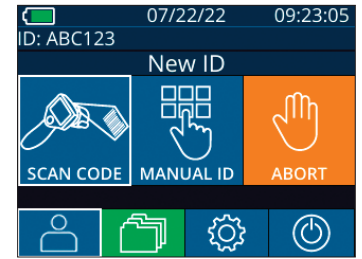

Bild 14
- 2) Manuell inmatning av patient-ID med antingen alfabetiska eller numeriska tecken (bild 14).